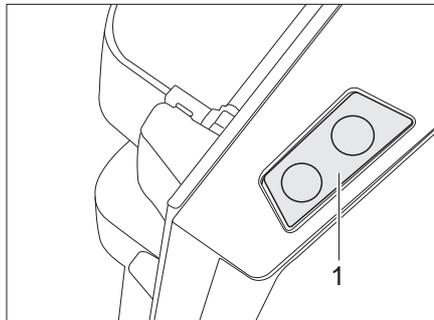

Bild 242 Entriegelungstaste der Kühlschranktür (Dometic 8er-Reihe)
- Die Entriegelungstaste (Bild 242,1) drücken und die Kühlschranktür öffnen.